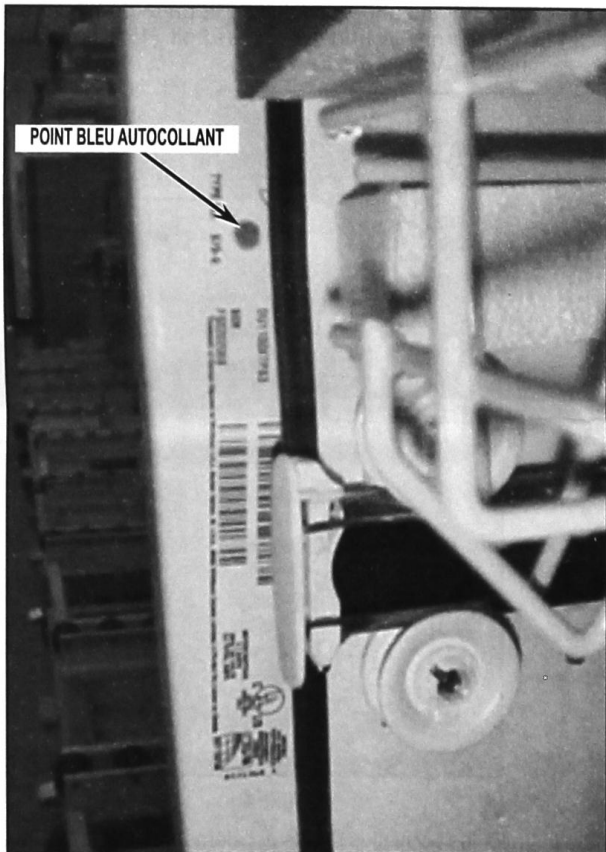

FIGURE 5
15. Installer le point bleu autocollant fourni dans la trousse sur l'étiquette de modèle/numéro de série, juste sous le logo. Voir la *Figure 5*.